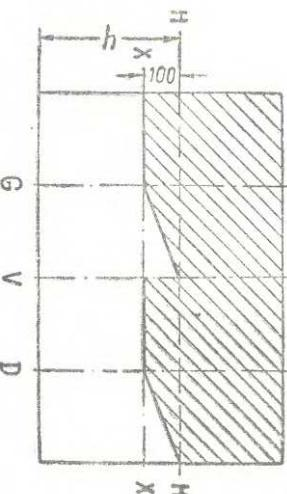

Рис. 67. Разметка экрана для регулировки фар оптическим элементом
- 1 Установить пневмогруженный автомобиль на расстоянии 5 метров от экрана, на котором сделана разметка в соответствии с рис. 67. Ось автомобиля должна быть перпендикулярна экрану.
5	Включить ближний свет и, закрыв одну из фар, отрегулировать другую боковым и верхним винтами, чтобы световое пятно располагалось, как показано на рис. 67.